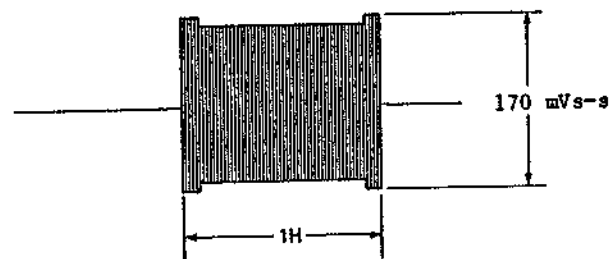

Abb. 4-111 Luminanzsignal-Aufnahmepegel
(2) Luminanzsignal-Aufnahmepegel (Abb. 4-111, 4-152)